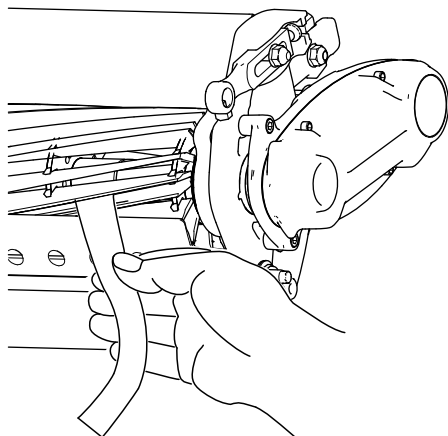

Figura 6
- B. Insira uma fita comprida de papel de desempenho de corte (Peça Toro N.º 125-5610) entre o cilindro e a lâmina de corte, perpendicular à lâmina de corte (Figura 6) e, em seguida, rode **lentamente** o cilindro para a frente; deve cortar o papel; caso contrário, repita os passos A e B até que o faça.
11. Insira uma fita comprida de papel de desempenho de corte (Peça Toro N.º 125-5610) entre o cilindro e a lâmina de corte, perpendicular à lâmina de corte (Figura 6) e, em seguida, rode **lentamente** o cilindro para a frente; deve cortar o papel; caso contrário, rode cada parafuso de ajuste da barra de apoio no sentido dos ponteiros do relógio 1 clique e repita este passo até que corte o papel.